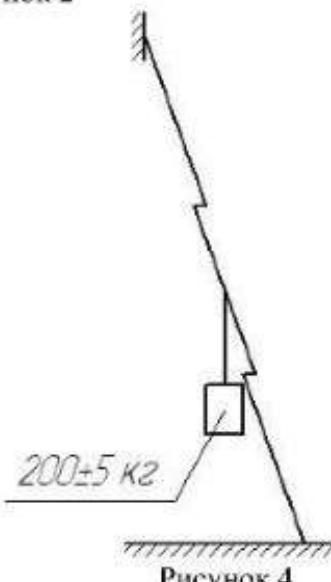

Рисунок 4
- нагружения полностью выдвинутой и установленной под углом 75° к горизонту лестницы посредством подвешивания к ступеньке (вплотную к тетивам) посередине длины лестницы груза массой 200 ± 5 кг (рисунок 4).